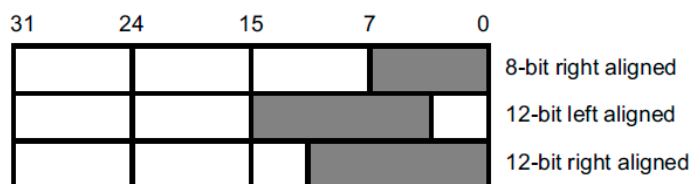

Figura 4 – Alinhamento de dados para um canal único do DAC.
- Para utilização de um canal único, existem três possibilidades, conforme mostrado na Figura 4: